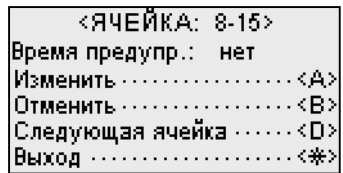

Рис. 24 Меню ввода времени предупреждения
- в появившейся экранной форме (см. Рис. 24) выбрать пункт меню *Изменить*, нажав кнопку [A];